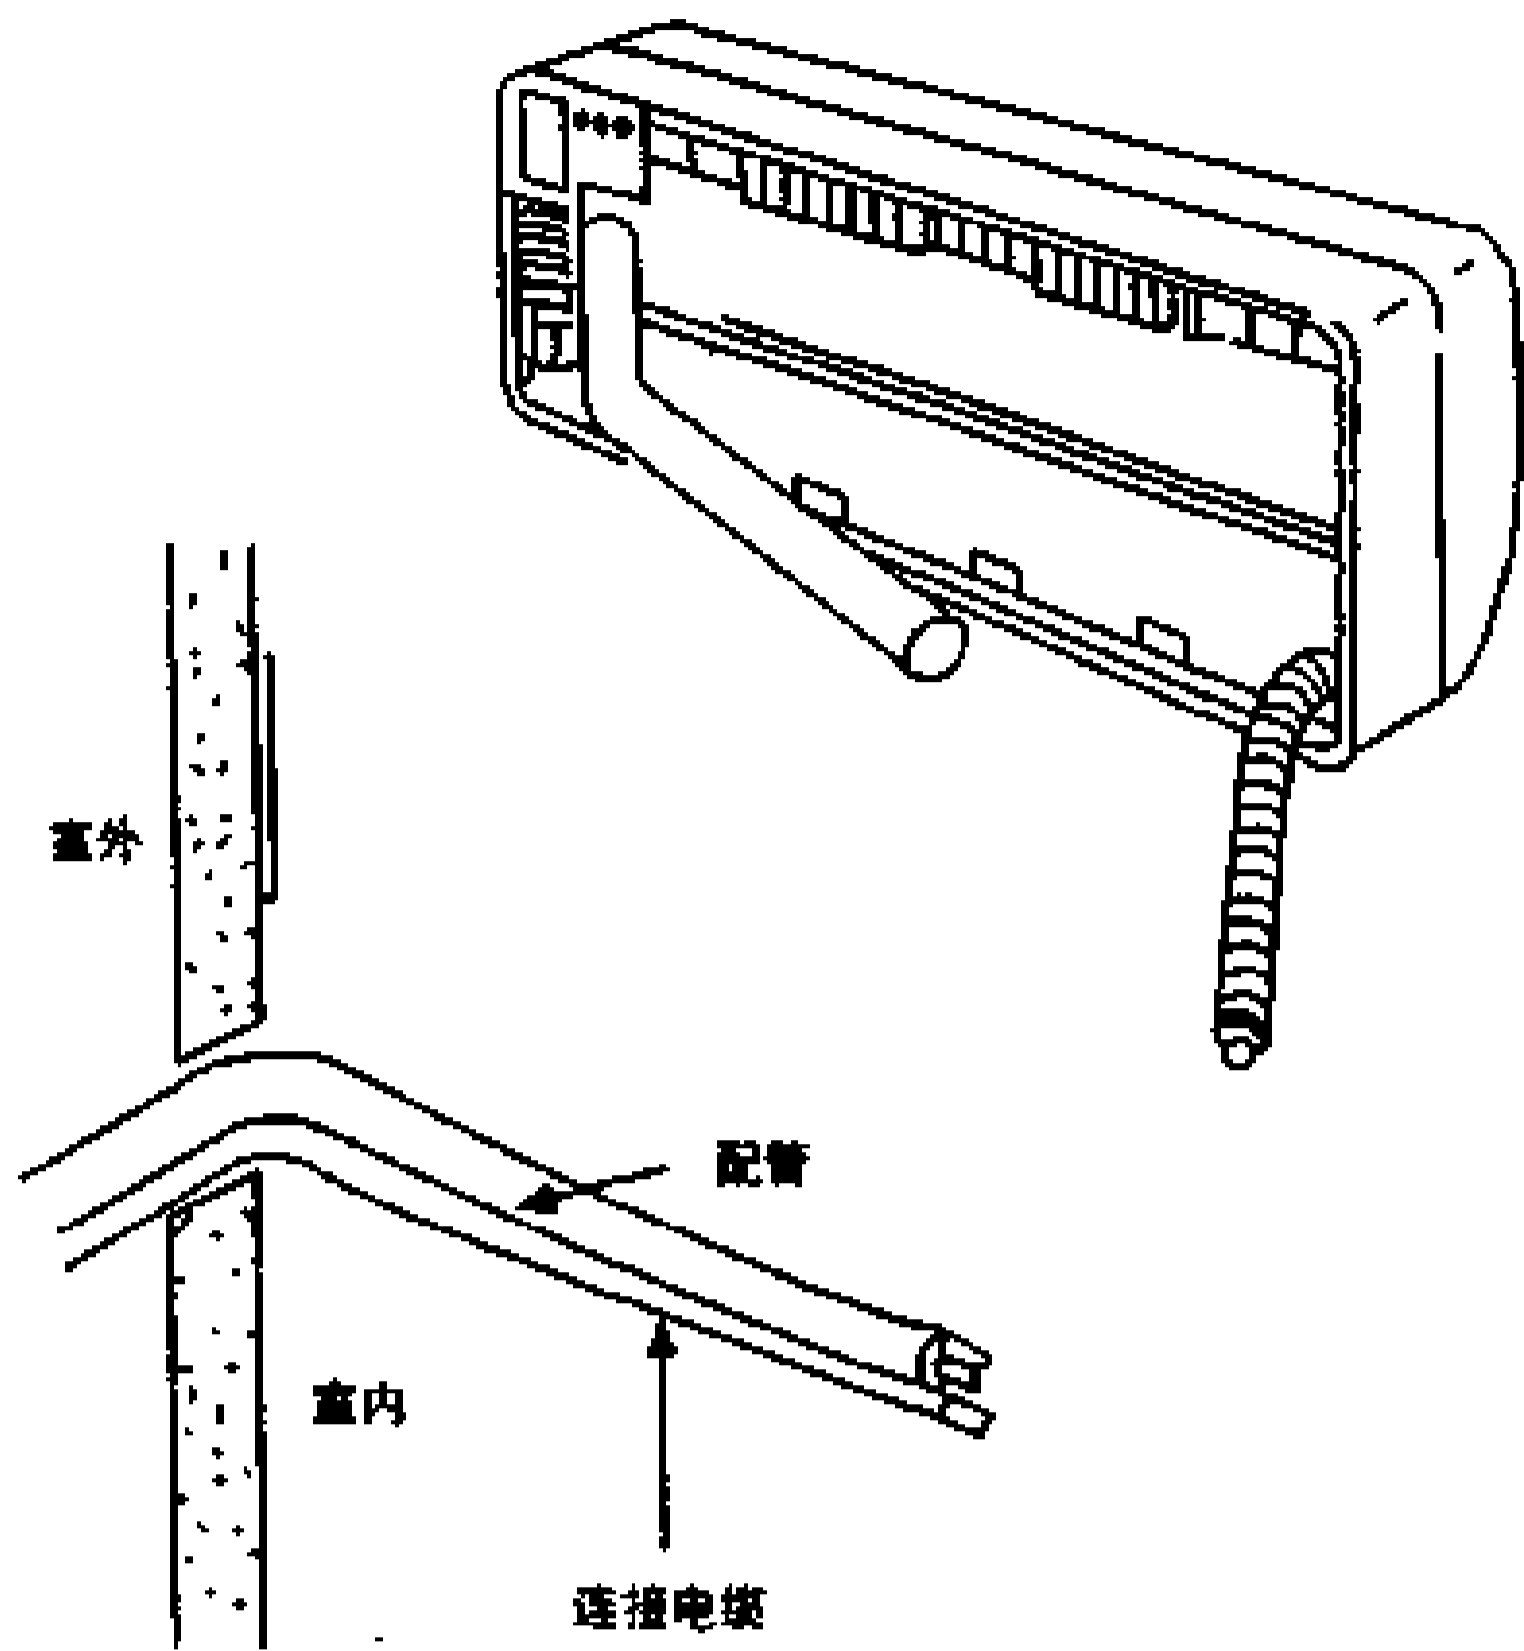

图 8-2-14
- (c) 穿过孔把配管和连接电缆插入室内侧，如图 8-2-14 所示。